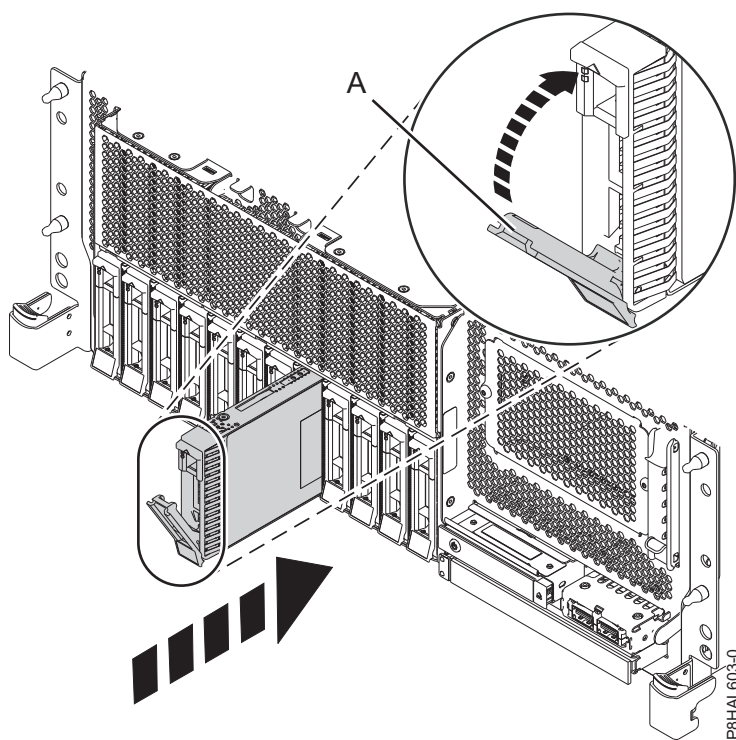
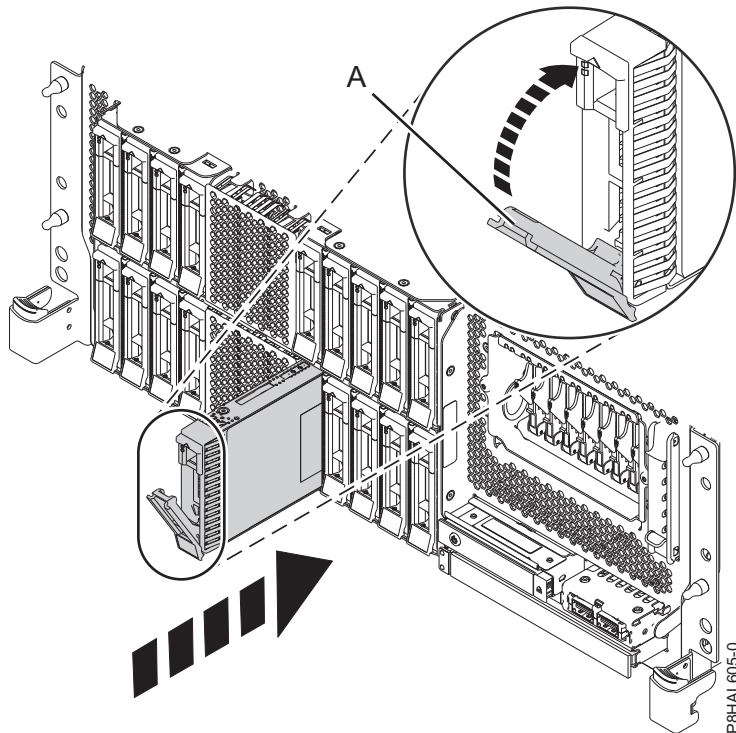
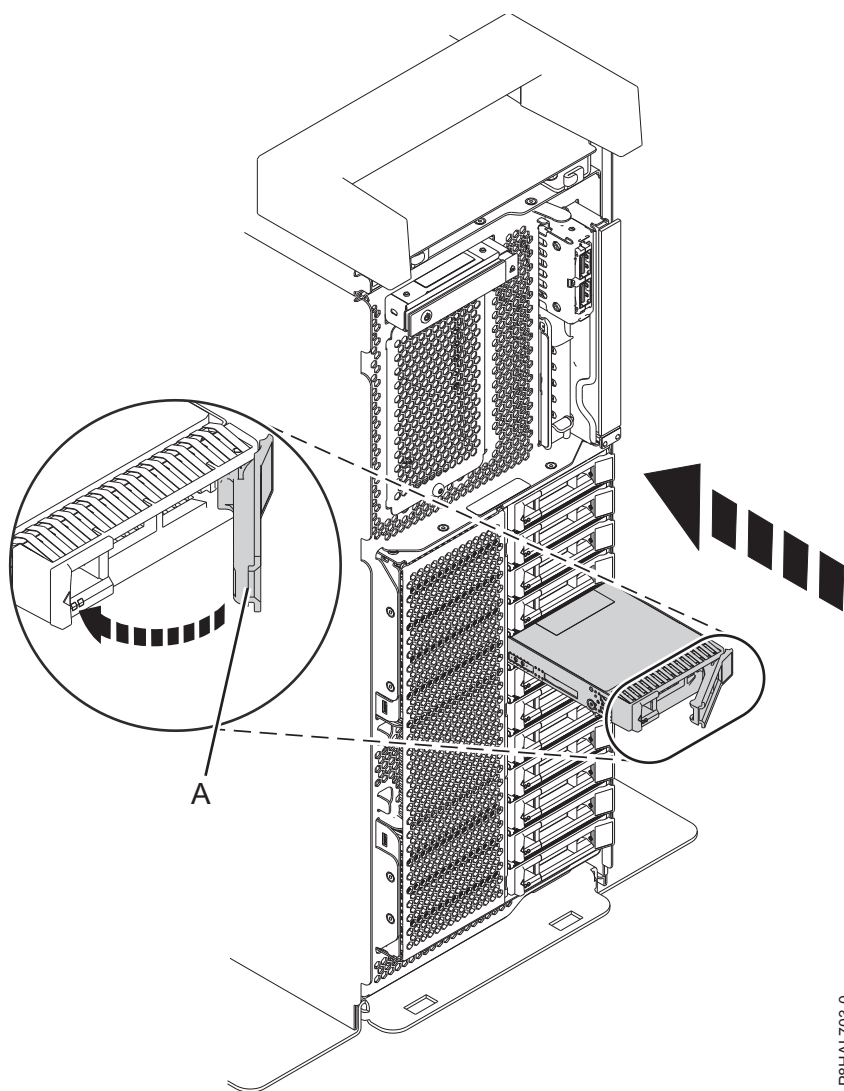
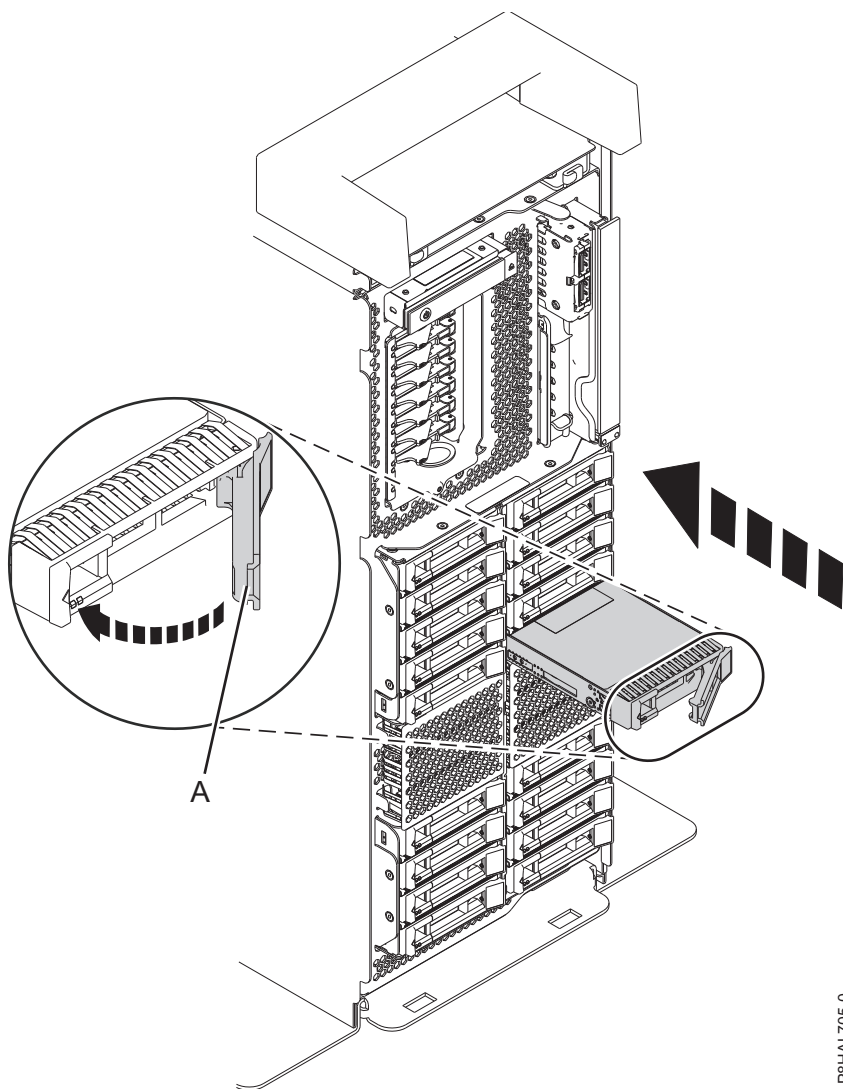

Figura 34. Instal·lació d'una unitat de disc en un sistema de funció bàsica muntat en bastidor
Figura 35. Instal·lació d'una unitat de disc en un sistema de funció expandida muntat en bastidor
Figura 36. Instal·lació d'una unitat de disc en un sistema de funció bàsica autònom
Figura 37. Instal·lació d'una unitat de disc en un sistema de funció expandida autònom
4. Desbloquegeu la nansa del compartiment d'unitats (**A**) prement-la i estirant-la cap a vosaltres. Si la nansa no s'estén del tot, la unitat no podrà lliscar en el sistema. Consulteu Figura 34 a la pàgina 40, Figura 35 a la pàgina 40, Figura 36 a la pàgina 41 i Figura 37 a la pàgina 42.
9. Quan el LED d'identificació es torni fix, moveu la unitat al fons del sistema i pressioneu la nansa de la unitat (**A**) fins que quedi bloquejada, tal com es mostra a Figura 34 a la pàgina 40, Figura 35 a la pàgina 40, Figura 36 a la pàgina 41 i Figura 37 a la pàgina 42.